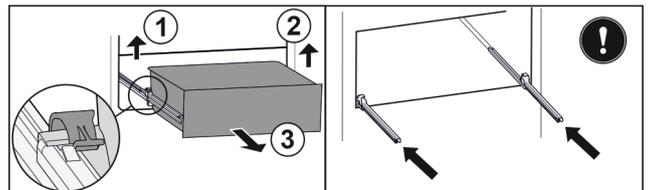

Fig. 38
- ▶ Sollevare il morsetto sinistro e allo stesso tempo tirare in avanti il cassetto sinistro. Fig. 38 (1)
- ▶ Sollevare il morsetto destro e allo stesso tempo tirare in avanti il cassetto destro. Fig. 38 (2)
- ▶ Rimuovere il cassetto tirandolo in avanti. Fig. 38 (3)